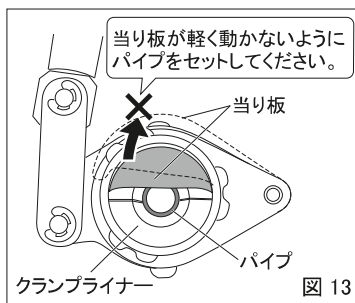

図 13
- 指で軽く当り板を持ち上げ、当り板が軽く動くなら隙間がありますので再度パイプをセットし直してください(図13)。